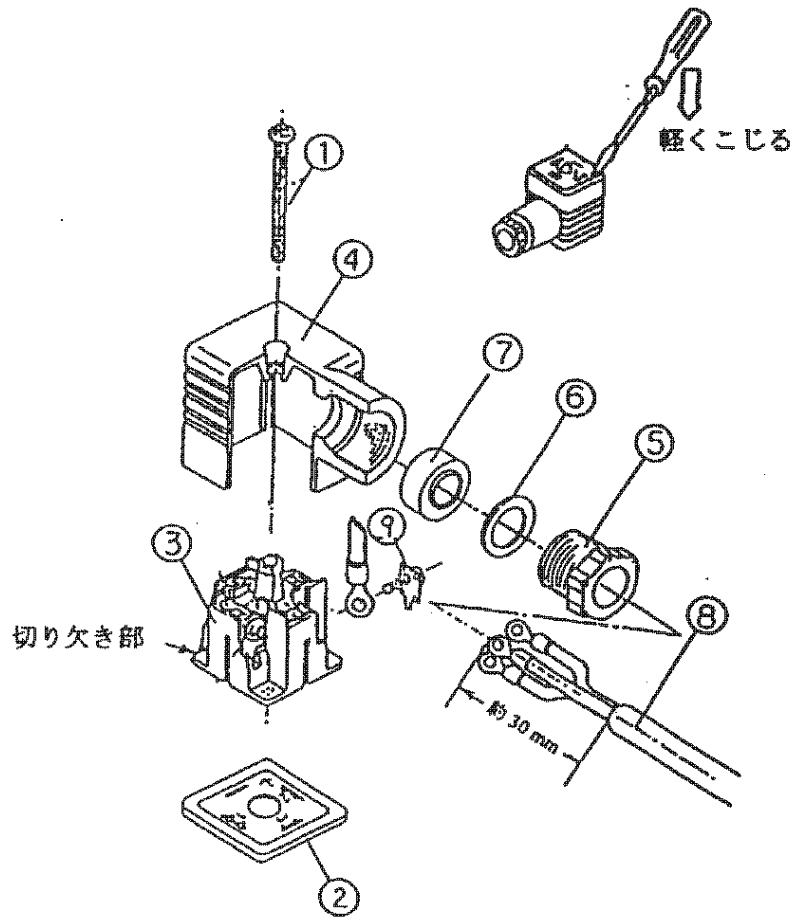

図 8 DINコネクタの構成
- (a) ねじ①を緩めてからコネクタをねじ①の方向に引っ張り、コイル本体からコネクタを取外してください。
- (b) ねじ①を抜き取ります。ガスケット②は無くさない様に保管してください。
- (c) 端子台③の底の切り欠き部の隙間に、小形マイナスインスライバを差し込み、軽くこじりながら、端子台③からケース④を外してください。(20ページの図8参照)
- (d) ケーブルグランド⑤を外し座金⑥とパッキン⑦を取り出してください。